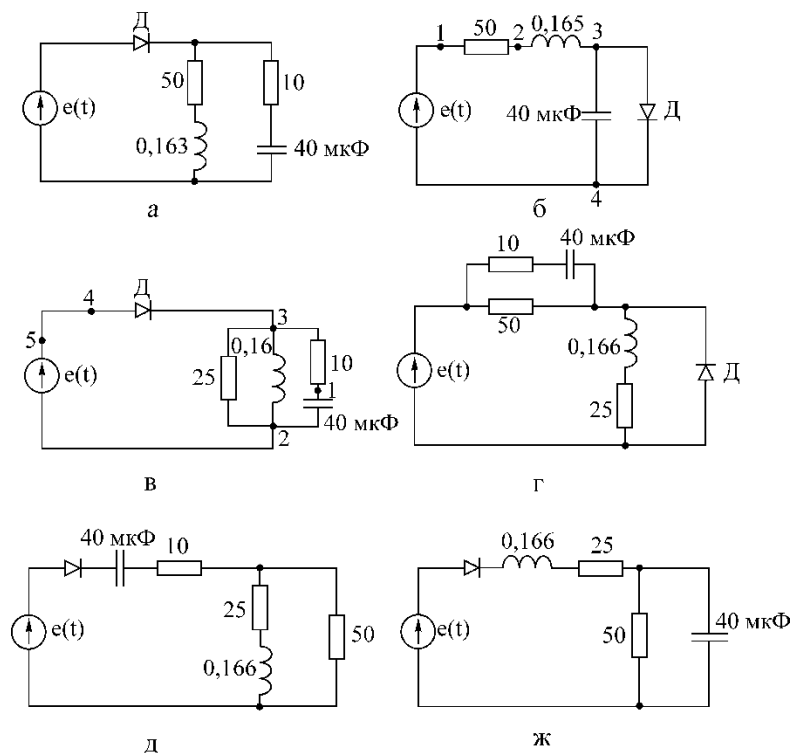

Рисунок 2
1. Составить программу для анализа схемы 2-го порядка с безынерционным нелинейным элементом в соответствии с вариантом (рисунок 2). Значения сопротивлений на схемах указано в Ом, а индуктивностей в Гн.